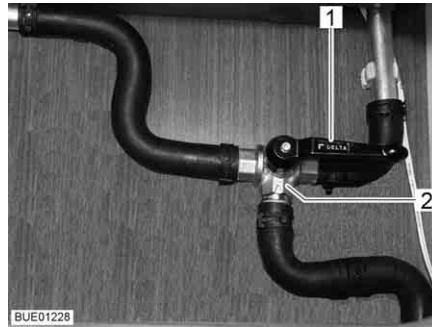

Fig. 138 Válvula de 3 vías
- Poner la palanca (Fig. 138,1) de la válvula de 3 vías (Fig. 138,2) en posición paralela al sentido de flujo recto (Fig. 138).
- Poner la palanca (Fig. 138,1) de la válvula de 3 vías (Fig. 138,2) en posición transversal al sentido de flujo recto.